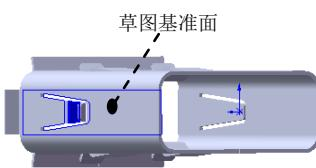
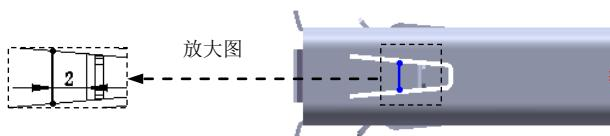

图 10.75 绘制的折弯 14
图 10.77 横断面草图
Step24. 创建图 10.75 所示的钣金特征——绘制的折弯 14。
(1) 选择下拉菜单 **插入(I)** → **钣金(B)** → **绘制的折弯(S)...** 命令。
(2) 定义横断面草图。选取图 10.75 所示的模型表面为草图基准面，绘制图 10.77 所示的横断面草图。